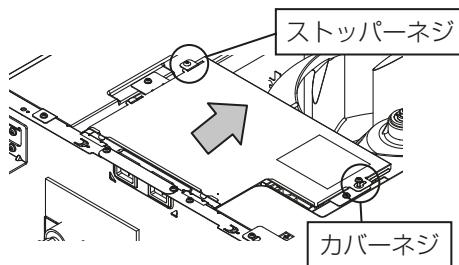

図3
1) カバーネジを緩め、カバーを矢印方向へスライドさせます。(図3)
2) ストップネジを外します。(図3)